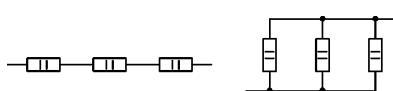

рис.1
**Задача 6.** Два радиолюбителя заменили шестиваттный резистор двухваттными, но разными способами (**рис.1**). Кто из них поступил неправильно?